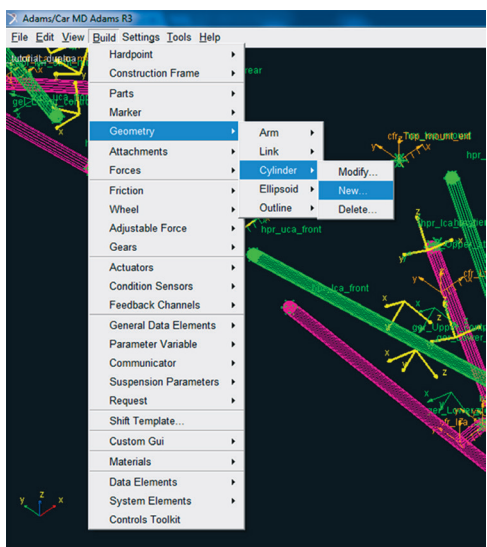

Figura 5.81 – Criação de uma geometria do tipo *Cylinder*.
- Acesse o menu *Build* → *Geometry* → *Cylinder* → *New*, associado ao *Construcrion Frame* (Figura 5.81).